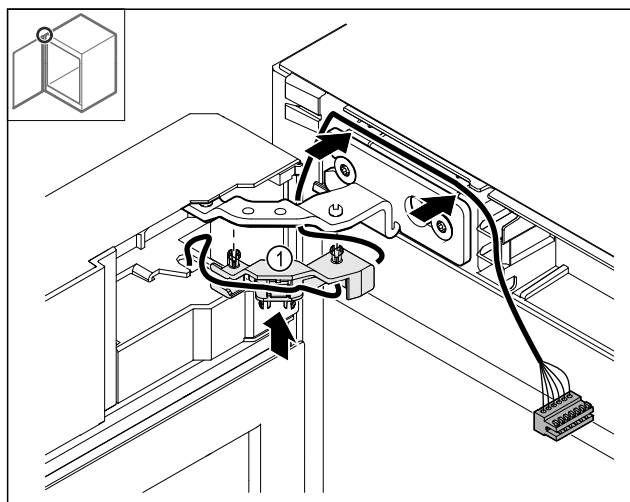

Fig. 52
- Nyomja be a kábeltartó Fig. 52 (1) a zsanérba.